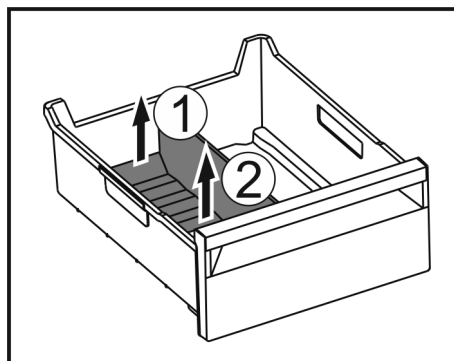

Fig. 61
- ▶ Soulever la partie arrière du séparateur de congélateur. Fig. 61 (1)
- ▶ Retirer le séparateur de congélateur par le haut. Fig. 61 (2)